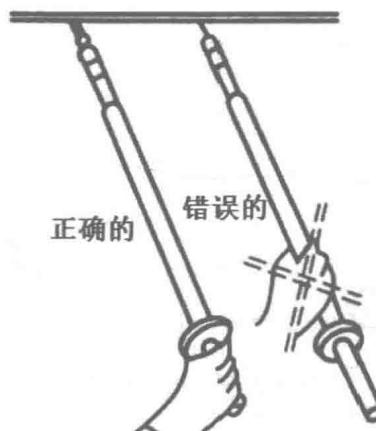

图 2-6 高压验电器的使用方法
(1) 验电时操作人员应戴绝缘手套，手握在护环以下的握柄部分，如图 2-6 所示。